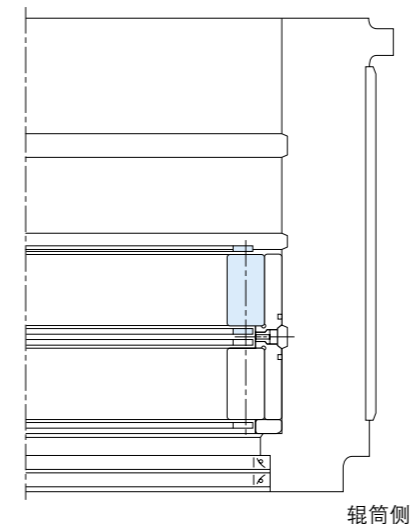

图 3.23
- (7) 给 B 列滚子保持架的滚子滚动面及两个端面涂抹润滑剂。
- (8) 让 B 列滚子保持架的标记面朝上，将专用吊环螺栓装进保持架上的 4 个螺孔，而后吊起轻轻装入（见图 3.23）。
- (9) 将平挡圈全面涂抹润滑剂后装入，另外还有装 B 列滚子保持架时放在滚子端面之上放入的方法。